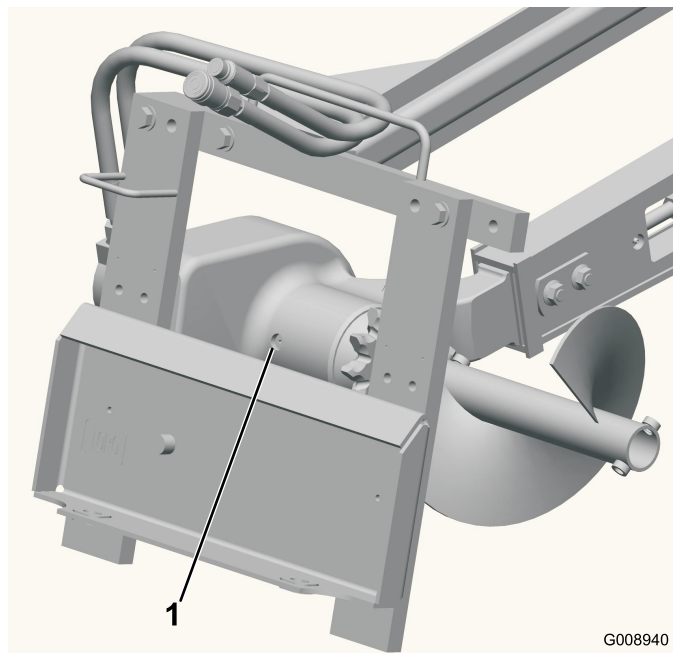

Figura 10
3. Pulite l'area attorno al tappo del foro di riempimento del vano cuscinetti (Figura 10).
4. Rimuovete il tappo dal foro di riempimento del vano cuscinetti (Figura 10).
1. Pulite l'area attorno al tappo del foro di riempimento del vano cuscinetti (Figura 10).
2. Rimuovete il tappo dal foro di riempimento del vano cuscinetti (Figura 10).